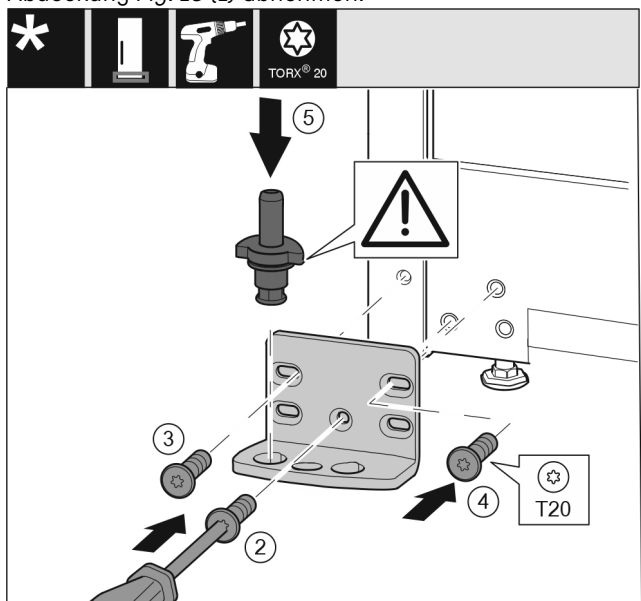

Fig. 19
- ▶ Lagerbock auf der anderen Seite ansetzen und mit Hilfe eines Schraubendrehers anschrauben. Mit der Schraube Fig. 19 (2) unten in der Mitte beginnen.
- ▶ Schraube Fig. 19 (3) und Schraube Fig. 19 (4) fest-schrauben.
- ▶ Lagerbolzen *Fig. 19 (5)* komplett einsetzen. Dabei darauf achten, dass der Rastnocken nach hinten zeigt.